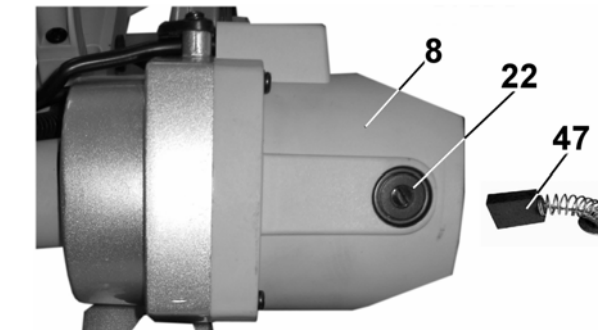

Рис. 16
13.2. Осмотр и замена щеток (Рис. 16)